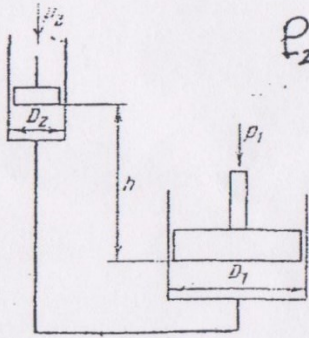

Рис. 6
17. Два цилиндра соединены трубкой по схеме (рис. 6). Известно, что диаметр первого цилиндра 50см, а второго – 20см. Цилиндр меньшего диаметра расположен выше цилиндра большего диаметра на $h = 0,5\text{м}$. Определить, какое усилие P_1 необходимо приложить к большому поршню, чтобы система пришла в равновесие, если на поршень меньшего цилиндра действует сила $P_2 = 500\text{Н}$.